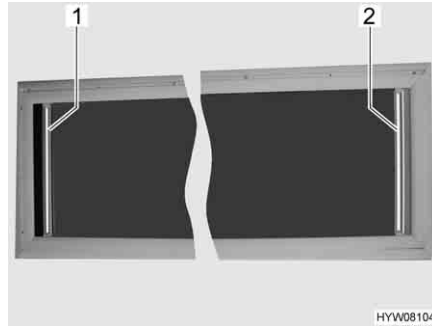

Fig. 102 Finestra apribile sul tetto
- Afferrare la tendina oscurante pieghevole (Fig. 102,2) per la parte centrale della barra di presa, estrarla e rilasciarla nella posizione desiderata. La tendina oscurante pieghevole rimane in questa posizione.
- Afferrare la tendina oscurante pieghevole (Fig. 102,2) per la parte centrale della barra di presa e spingerla lentamente nella posizione iniziale.
- Afferrare la protezione contro gli insetti (Fig. 102,1) per la parte centrale della barra di presa, estrarla e rilasciarla nella posizione desiderata. La protezione contro gli insetti rimane in questa posizione.